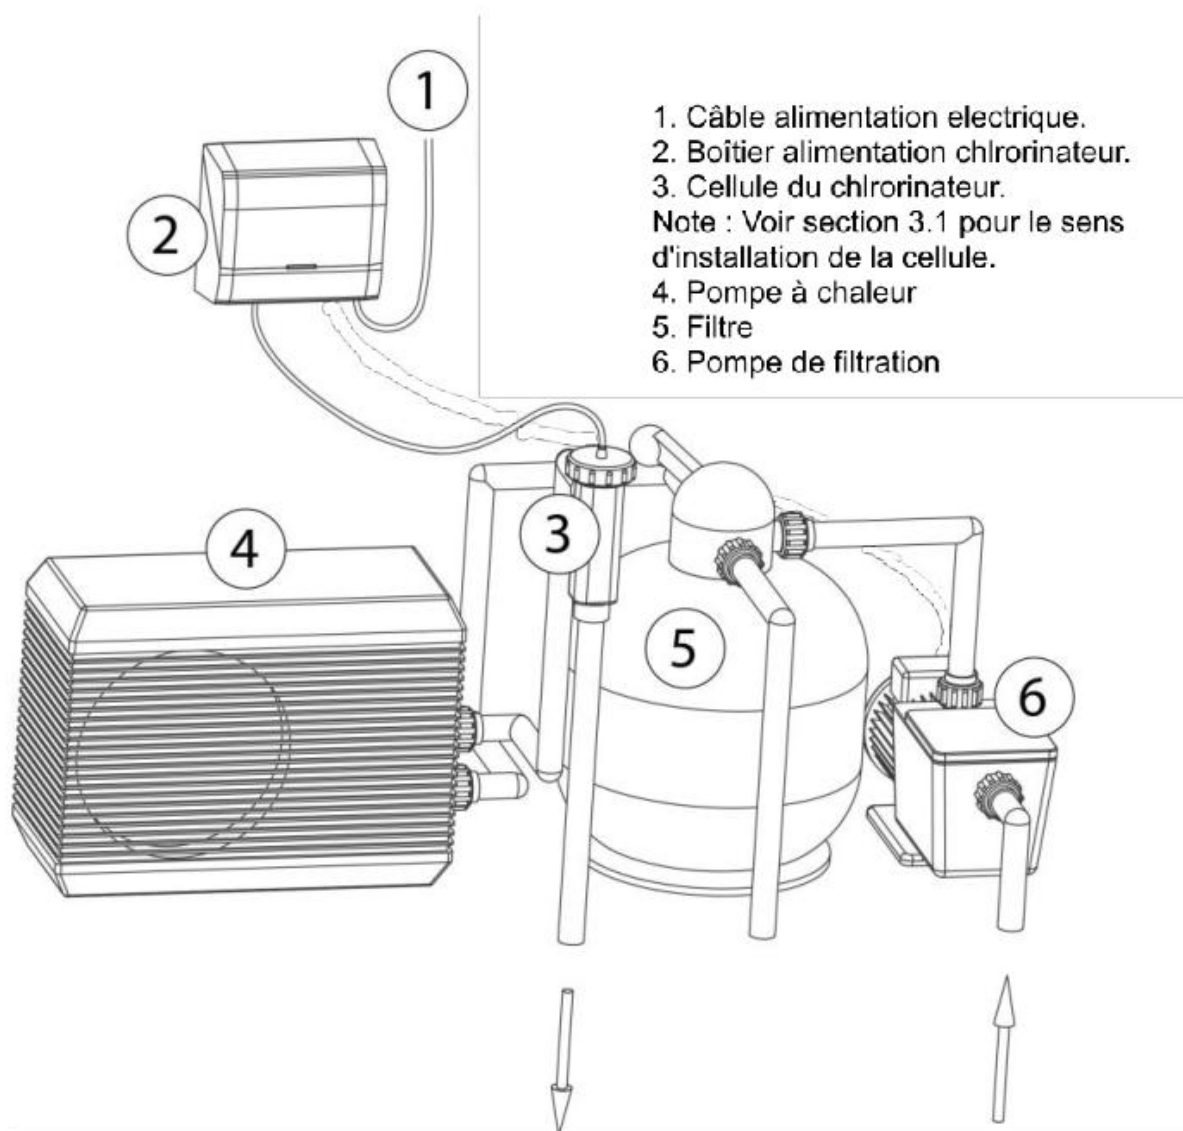
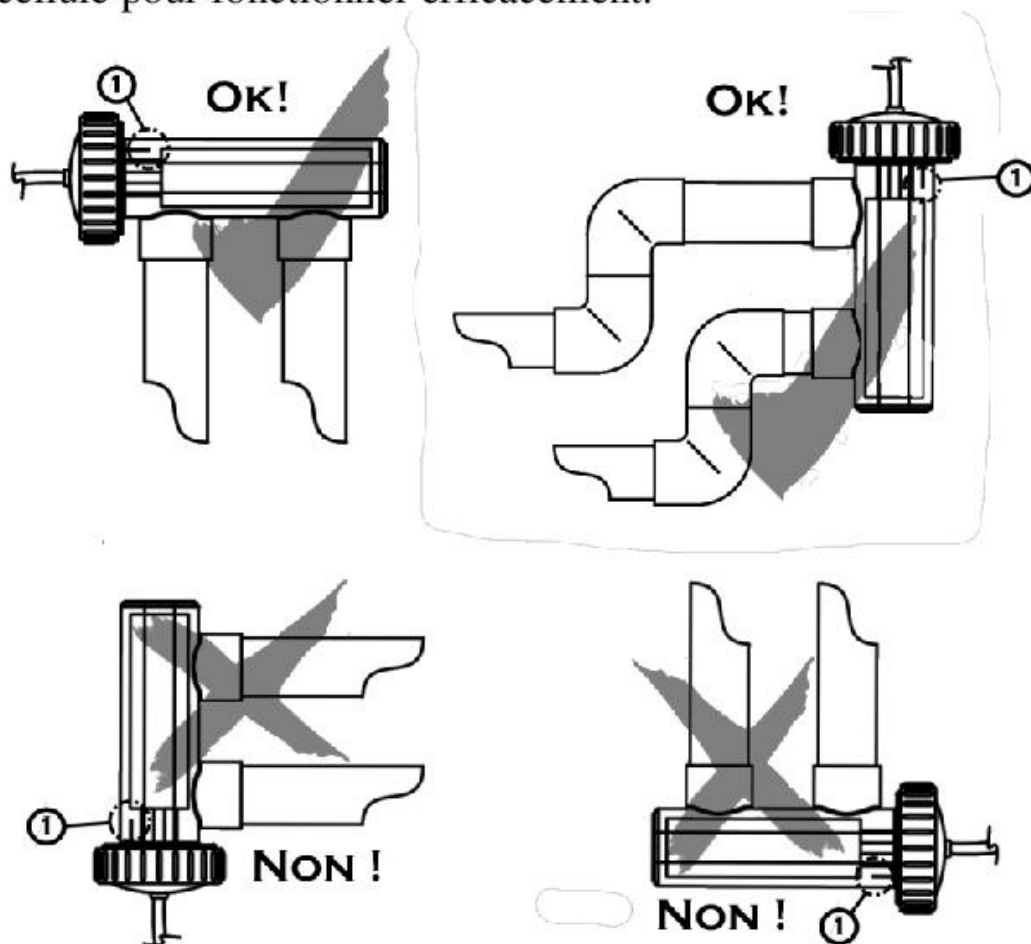

Figure 3.1
Figure 3.2
3.1 Cellule de l'électrolyseur (3)
Il est recommandé d'installer la cellule de l'électrolyseur à moins d'1,5m du coffret d'alimentation (longueur du câble reliant la cellule au coffret d'alimentation) se référer aux figures 3.1 et 3.2. La cellule doit être installée de façon à ce qu'une poche d'air restreinte se forme au niveau du capteur (1) au cas où l'eau ne circulerait pas (Voir figure 3.2). Ceci doit provoquer une mise en veille, en sécurité de l'appareil.